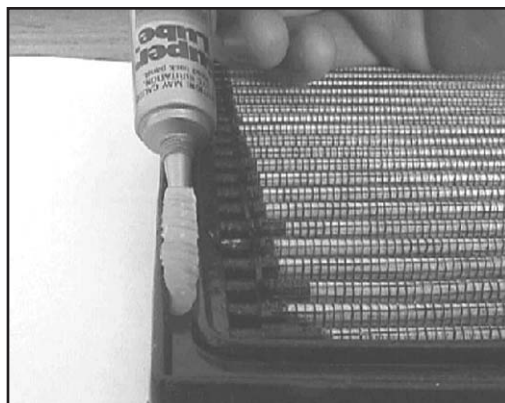

Fig. 1
4. Place the K&N Air Filter into the air filter lid. Using the 3 tubes of supplied grease, place a bead of grease between the two sealing bumps around the perimeter of the filter. It is very important that the grease is at least 5mm above the top of the seal bump (Fig. 1) and that you use all of the grease supplied. Failure to do so can result in un-filtered air bypassing the air filter. Additional sealing grease may be purchased in an 6oz tube from any K&N retailer.
4. Montieren Sie den K&N Filter in den Kastendeckel. Benutzen Sie nun die 3 Tuben mit Dichtfett. Legen Sie einen Streifen Dichtfett zwischen die hochstehenden Dichtlippen, der mindestens 5mm über die Dichtlippen steht (Abb. 1). Benutzen Sie alle 3 Tuben des Dichtfettes. Ohne dieses Dichtfett könnte ungefilterte Luft am Filter vorbei in den Motor gelangen! Zusätzliches Dichtfett können Sie bei Ihrem K&N Filterhändler kaufen!